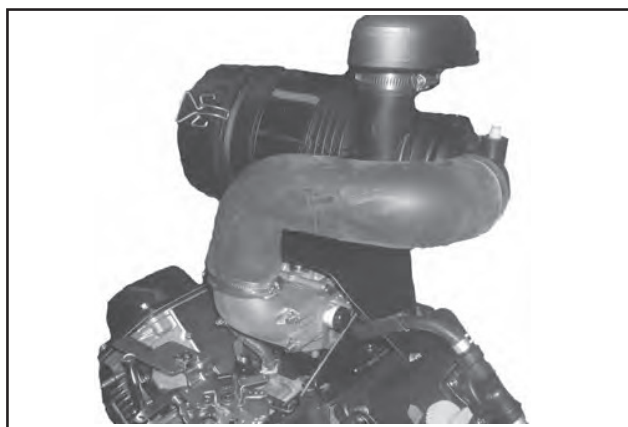

Abbildung 11-98. Montierter Hochleistungsluftfilter (zweizylindriger Vergaser).
- Die Leitung des Luftfilters an das Kurvenstück oder den Adapter auf dem Vergaser anschließen und mit einer Klemme fixieren. Den Deckel auf dem Einlass des Luftfilters montieren und anziehen. Siehe Abbildung 11-98.